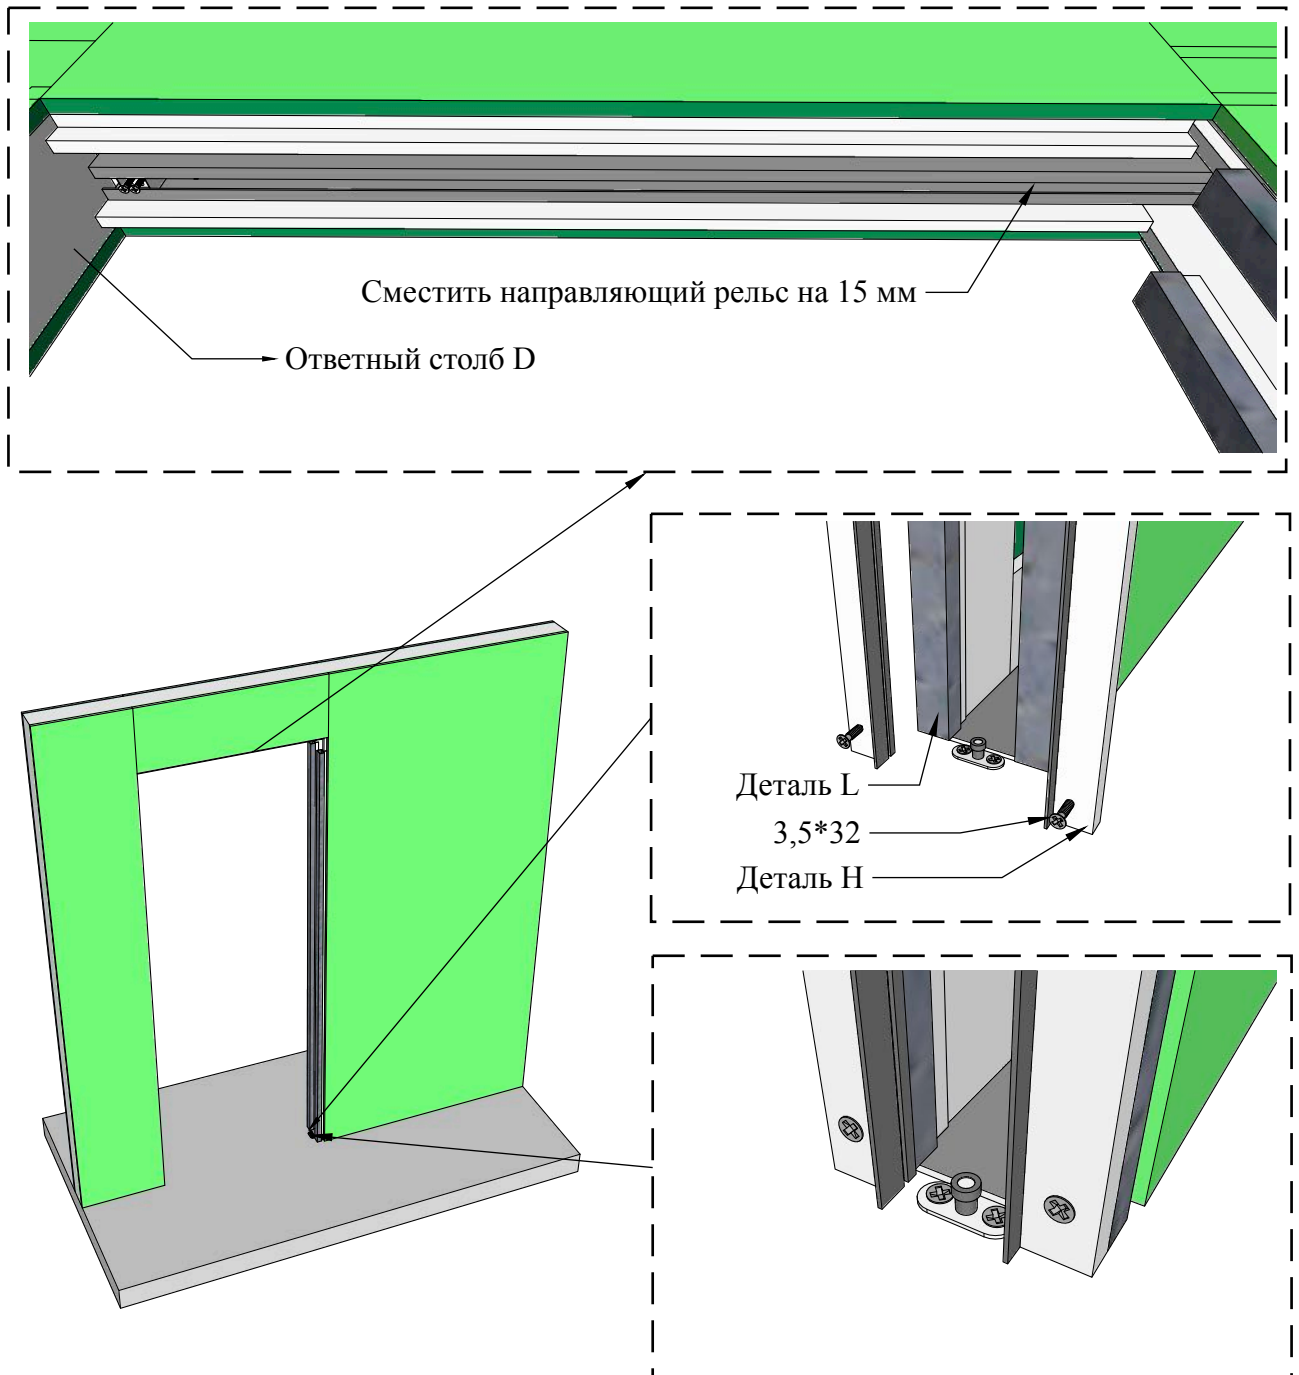

Рисунок 20
8.5. После монтажа дверного полотна следует обратно установить детали Н на жёсткость L, закрепив саморезами 3,5*32 мм. Перед установкой вставьте в пазы деталей Н щёточный уплотнитель (Рис.20).